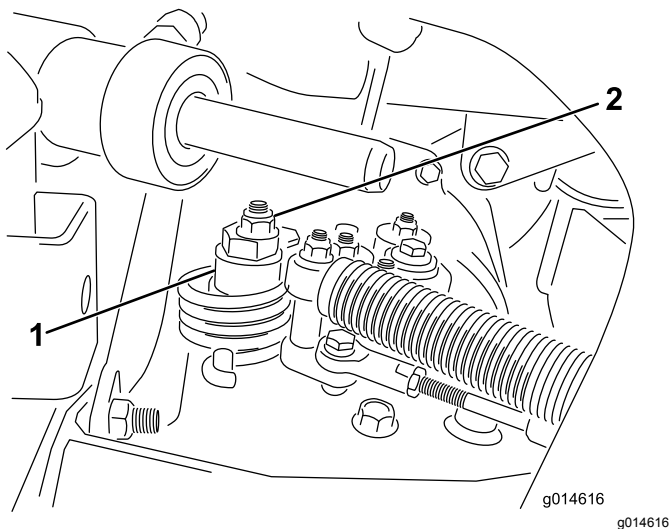

Figura 35
A. Allentate il dado che fissa l'eccentrico alla parte superiore dell'igrostatato (Figura 35).
C. Fate girare l'eccentrico finché non riscontrate movimenti in alcuna direzione. Quando la ruota cessa di girare, serrate il dado di bloccaggio dell'eccentrico per mantenere la messa a punto (Figura 35). Verificate la regolazione portando l'acceleratore in posizione di MINIMA e MASSIMA.